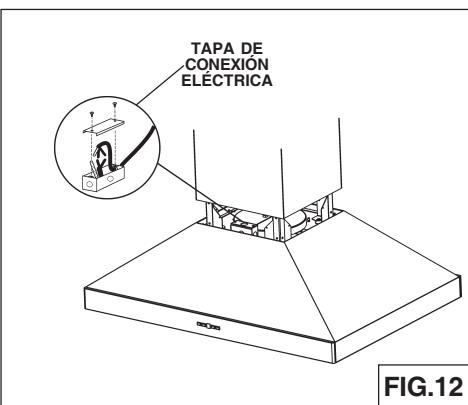

FIG.12
1. Quite la tapa de la caja de conexión eléctrica y saque un cable (Fig.12).